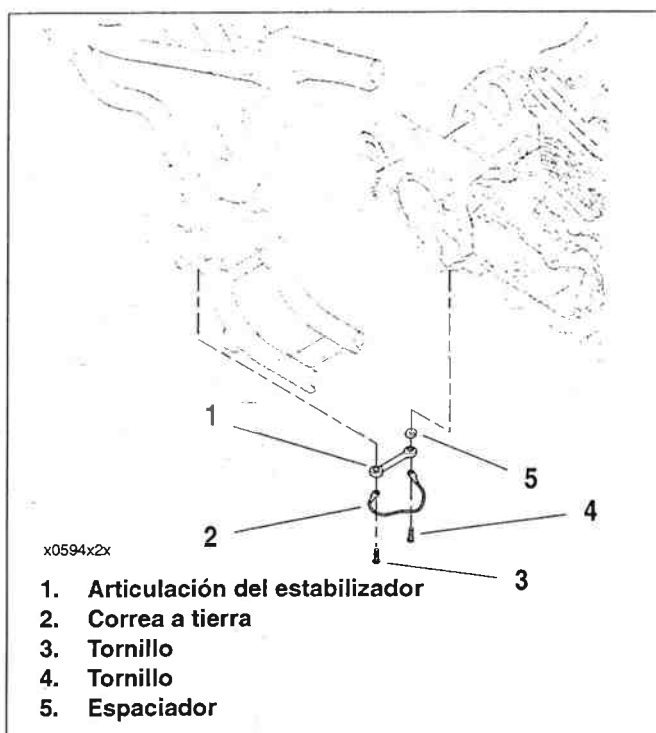

Figura 2-137. Conjunto de la articulación estabilizadora trasera
3. Vea la Figura 2-137. Extraiga el tornillo corto (3), tornillo largo (4), correa a tierra (2), articulación estabilizadora (1) y espaciador (5).
1. Vea la Figura 2-137. Instale el tornillo corto (3) a través de la correa a tierra (2) y articulación estabilizadora (1). Enrosque el tornillo en la estructura en el lado derecho de la motocicleta. No lo ajuste en este momento.
2. Instale el tornillo largo (4) a través de la correa a tierra, articulación estabilizadora y espaciador (5) en la caja del motor.
6. Vea la Figura 2-137. Extraiga el tornillo (3) del extremo izquierdo de la articulación estabilizadora trasera (1) y correa a tierra (2). Quite el espaciador (5).
7. Vea la Figura 2-137. Instale el tornillo (4) en el extremo libre de la correa a tierra (2), articulación estabilizadora trasera (1) y espaciador (5). Apriete a 33,9-47,5 N·m (25-35 lb-pie).
14. Vea la Figura 2-137. Quite los tornillos (3, 4) que aseguran la articulación estabilizadora trasera (1). Quite la articulación estabilizadora, correa a tierra (2), y espaciador (5).
9. Vea la Figura 2-137. Instale el tornillo corto (3) a través de la correa a tierra (2) y articulación estabilizadora trasera (1) dentro de la estructura en el lado derecho de la motocicleta. Instale el tornillo largo (4) a través del extremo libre de la correa a tierra, articulación estabilizadora y espaciador (5) en la caja del motor. Apriete ambos tornillos a 33,9-47,5 N·m (25-35 lb-pie).